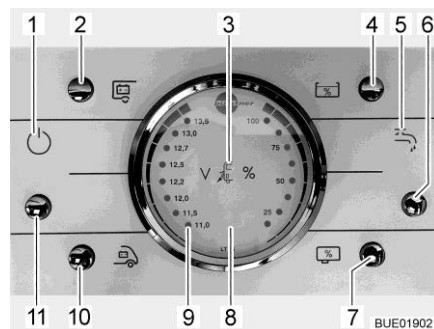

Fig. 98 Pannello di controllo LT 96
Il tasto (Fig. 98,11) inserisce o disinserisce il pannello di controllo e l'alimentazione a 12 V del vano abitabile.
- Accensione:** ■ Premere il tasto (Fig. 98,11): L'alimentazione a 12 V dell'abitacolo è inserita. La spia di controllo (Fig. 98,1) si accende.
- Spegnimento:** ■ Premere il tasto (Fig. 98,11): L'alimentazione a 12 V dell'abitacolo è disinserita. La spia di controllo (Fig. 98,1) si spegne.
Per l'indicatore volt/serbatoio (Fig. 98,8) leggere la scala sinistra. L'indicatore si illumina automaticamente appena viene premuto un tasto.
- Indicazione:** ■ Premere il tasto (Fig. 98,10): Viene indicata la tensione della batteria di avviamento.
- Premere il tasto (Fig. 98,2): Viene indicata la tensione della batteria dell'abitacolo.
Per l'indicatore volt/serbatoio (Fig. 98,8) leggere la scala destra. L'indicatore si illumina automaticamente appena viene premuto un tasto.
- Premere il tasto (Fig. 98,4): Viene indicato il livello del serbatoio dell'acqua.
- Premere il tasto (Fig. 98,7): Viene indicato il livello del serbatoio delle acque grigie.
- Premere il tasto (Fig. 98,6): L'alimentazione idrica è accesa. La spia di controllo della pompa dell'acqua (Fig. 98,5) si accende.
- Premere il tasto (Fig. 98,6): L'alimentazione idrica è spenta. La spia di controllo della pompa dell'acqua (Fig. 98,5) si spegne.
La spia luminosa rossa "ALARM" (Fig. 98,9) inizia a lampeggiare non appena la tensione della batteria dell'abitacolo scende al di sotto di 11 V (misurazione durante il normale esercizio) con conseguente rischio che la batteria si scarichi troppo.
La spia di controllo a 12 V (Fig. 98,1) si accende non appena viene inserito il tasto principale dei 12 V (Fig. 98,11).
La spia di controllo a 230 V (Fig. 98,3) si accende quando all'ingresso della centralina elettrica è presente una tensione di rete.